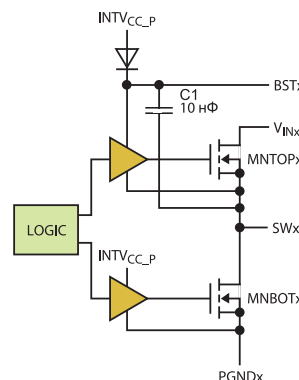

Рис. 9. Функциональная схема мощного каскада
- внутренние конденсаторы вольтодобавки (C1 на рис. 9), позволяющие уменьшить площадь печатной платы
На рис. 9 приведена функциональная схема мощного каскада. Для увеличения амплитуды выходного импульса используется конденсатор вольтодобавки C1, включенный между выходом силового каскада и точкой питания драйвера верхнего плеча. Таким образом, вводится параллельная положительная обратная связь по цепи питания или, так называемое, следящее питание. С функциональной схемой всего преобразователя LTC3376 можно ознакомиться в [5].